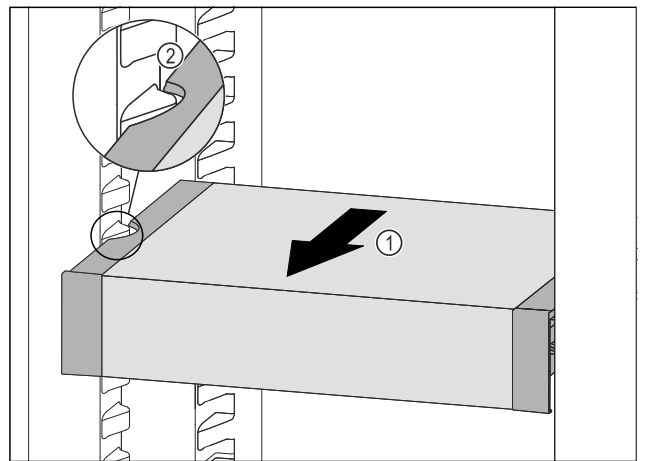

Fig. 82
- Tirer le VarioSafe vers l'avant *Fig. 82 (1)* jusqu'à ce que les encoches latérales du VarioSafe se trouvent au niveau de la nervure du bac dans la partie réfrigérateur. *Fig. 82 (2)*